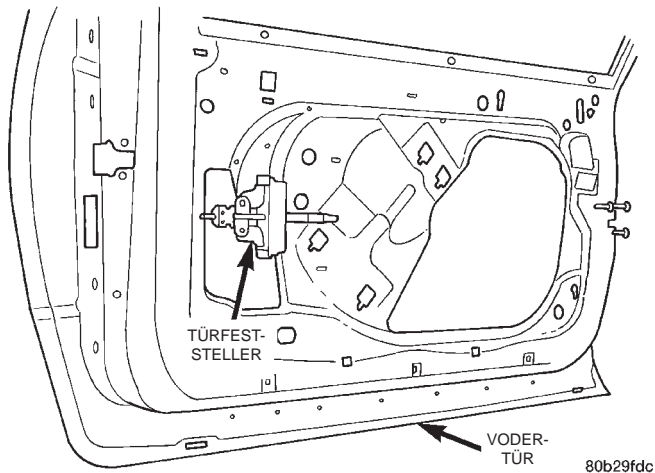

Abb. 31 Türfeststeller/Vordertür
- (1) Scheibe vollständig schließen.
- (2) Türverkleidung abbauen.
- (3) Wasserschutzfolie nach Bedarf abziehen.
- (4) Befestigungsschrauben lösen, mit denen der Türfeststeller am Türrahmen und an der Karosserie befestigt ist.
- (5) Türfeststeller aus dem Fahrzeug nehmen (Abb. 31).